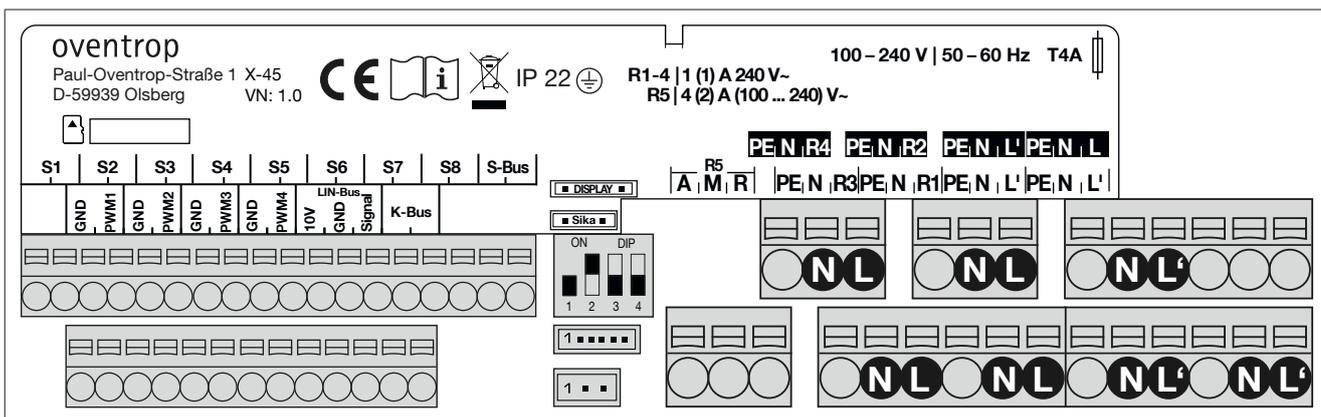

Abb. 10: Klemmenbelegung Regumaq X-45
1. Schließen Sie die Phase an eine in Abb. 10 mit **L'** markierte Anschlussklemme an.
2. Schließen Sie die geschaltete Phase an die in Abb. 10 mit **L** markierte Anschlussklemme des gewünschten Relais an.
3. Schließen Sie den Neutralleiter an eine in Abb. 10 mit **N** markierte Anschlussklemme an.